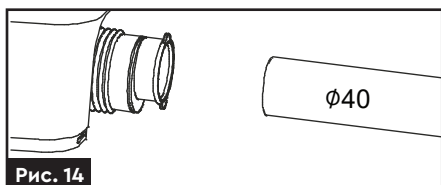

Рис. 14
- При під'єднанні труби діаметром **40 мм** під'єднайте трубу безпосередньо до гнучкого перехідника без перехідної втулки (**рис. 14**).